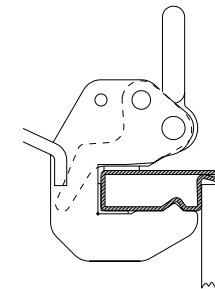

Abb. 38.4
3. Zum Verriegeln Sicherheitshebel wieder in Ausgangsstellung drücken (Abb. 38.4).